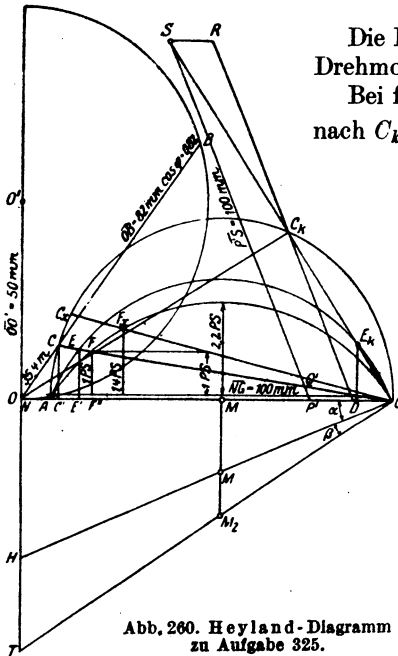

Abb. 260. Heyland-Diagramm zu Aufgabe 325.
Die Abb. 260 gibt das Diagramm mit allen drei Kreisen. Parallel zu \overline{AG} ist in 3 mm Abstand, d. i. etwa 100 W, eine Gerade gezogen worden, von der aus $\overline{FF''} = 22,4 \text{ mm}$ (1 PS) eingetragen wurde. Die Verbindungslinie von G mit F gibt den Punkt C . Die Ausmessung von \overline{OC} ist 35,4 mm oder 1,77 A. Die Länge $\overline{AC} = 30 \text{ mm}$, d. i. 1,5 A, gibt den Wert, der in (169) einzusetzen ist, um den Läuferstrom zu erhalten,